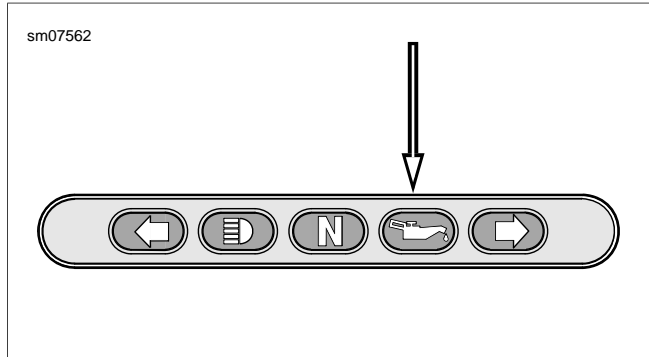

Abbildung 35. Öldruck-Kontrollleuchte
3. Siehe Abbildung 35. Öldruck überprüfen.